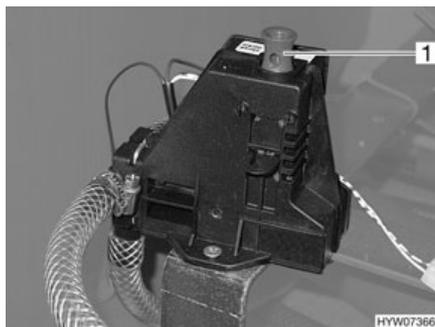

Fig. 199 Válvula de seguridad/purga de la caldera
La caldera está equipada con una válvula de seguridad/purga (Fig. 199). La válvula de seguridad/purga evita que el agua de la caldera se congele cuando no esté conectada la calefacción en caso de helada.
- Cerrar la válvula de seguridad/purga. Para ello, tirar hacia arriba del interruptor de asidero (Fig. 199,1).
- Abrir la válvula de seguridad/purga. Para ello, presionar hacia abajo el interruptor de tirador (Fig. 199,1). La caldera se vacía hacia fuera a través de la válvula de seguridad/purga.